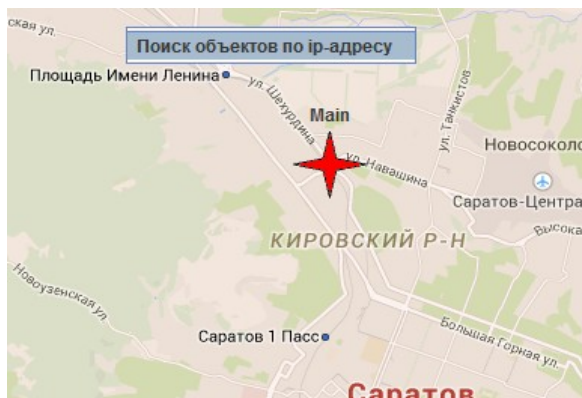

Рис. 88 Вызов окна поиска из окна отображения графических объектов
- кликнуть правой кнопкой мышки на пустом месте в окне отображения графических объектов и в появившемся меню выбрать «Поиск объекта по IP-адресу» (Рис. 88 Вызов окна поиска из окна отображения графических объектов);